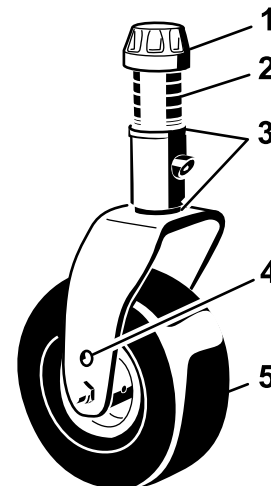
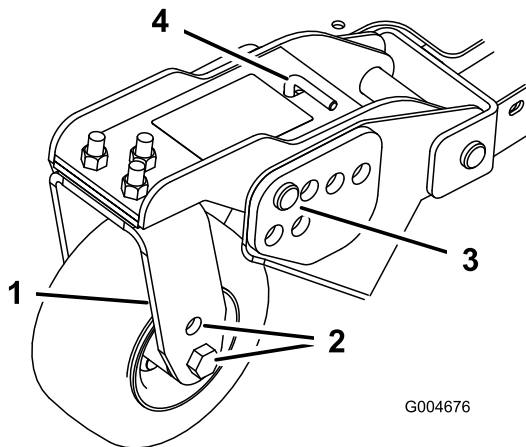

Bild 18
Bild 20
- Stecken Sie die Laufradachsen in allen Laufradgabeln in die gleichen Löcher (Bild 18 und Bild 20).
- Entfernen Sie die Spannkappe von der Spindelwelle und ziehen die Spindel aus dem Laufradarm heraus (Bild 18).
- Entfernen Sie den Splint und die Lastösenbolzen von den Laufradgelenkarmen (Bild 20).
- Drehen Sie die Spannstange, um den Gelenkarm anzuheben oder abzusenken, bis die Löcher mit den ausgewählten Löchern in der Schnitthöhenhalterung im Mähwerkrahmen ausgerichtet sind (Bild 20 und Bild 21).